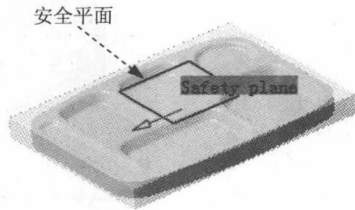

图 1.17 创建安全平面
(3) 右击系统创建的平面，在弹出的快捷菜单选择 Offset... 命令，系统弹出“Edit Parameter”对话框，在其中的 **Thickness** 文本框中输入值-10，单击 确定 按钮，完成图 1.17 所示的安全平面的定义。